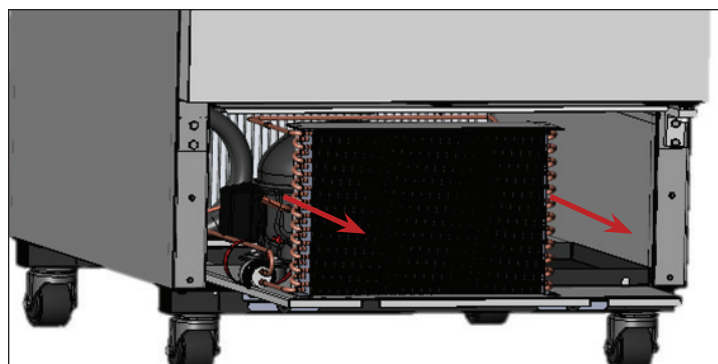

Figure 6. Glissez avec précaution le condenseur pour le sortir.
7. Glissez avec précaution le condenseur vers l'extérieur (les tubes de raccordement sont souples). Voir Fig. 6. Soufflez doucement à travers la batterie de l'air comprimé ou du CO₂ jusqu'à un nettoyage complet.